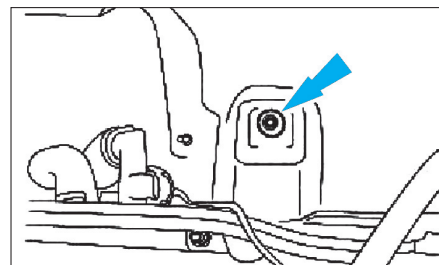

Fig. 30
- Déposer l'écrou de fixation gauche de conduit de répartition d'air (Fig.30)